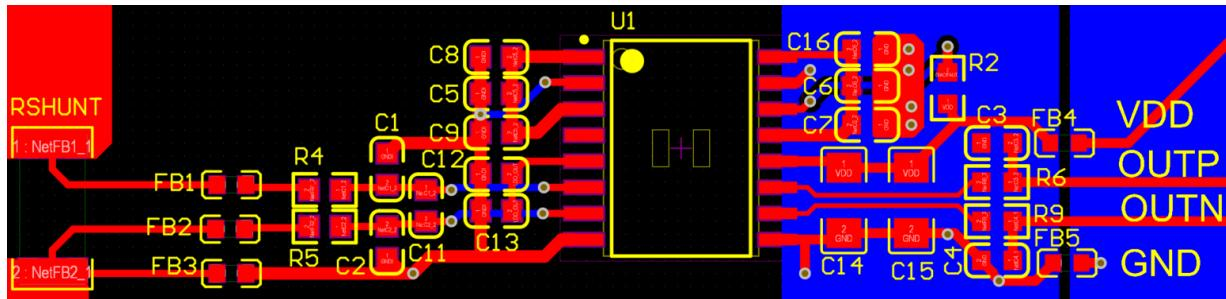

图 2.2 NSI36XX外围电路PCB布局案例
- 为抑制电源线的辐射，分别在 VDD 和 GND 线路上串联铁氧体磁珠（图2.2中的FB4、FB5）进行滤波。铁氧体磁珠与去耦电容一起能很好地进行滤波和隔离。在布局区域，铁氧体磁珠需要有效地将芯片布局区域与外围电路分开，避免在不同的PCB层间重叠。磁珠选取在辐射噪声恶劣的频段阻抗较大的型号，能更有效的阻断噪声传播。
- 在长输入信号线的应用场景，可以在差分输入信号线路上串联铁氧体磁珠（图2.2中的FB1、FB2、FB3），以抑制输入信号线上的辐射。